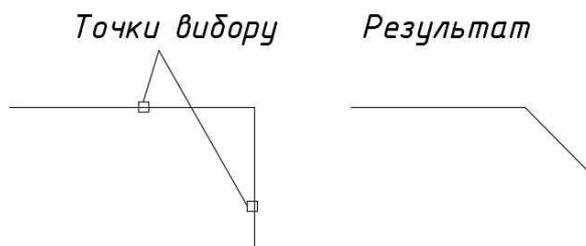

Рис. 3.8
**Distance** – дозволяє задати нові значення довжин фаски (рис. 3.8, а), якщо значення дистанцій = 0 то об'єкти підрізаються до точки перетину об'єктів;